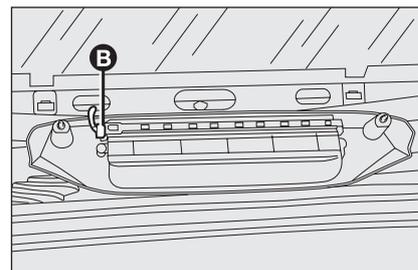

fig. 38
- débrancher le connecteur **B**-fig. 38 et enlever le groupe optique;